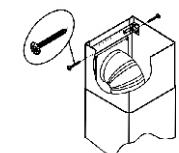

рис. 9
6.4 Установите фальштрубы. Выдвиньте верхнюю фальштрубу, оденьте ее на кронштейн (рис. 9) и закрепите самонарезающими винтами.